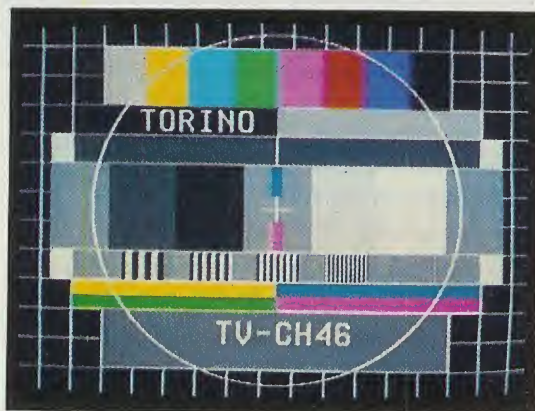

Fig.3 Figura del terzo monoscopio. Nel Generatore è presente, oltre alle uscite CVBS - SCART - S/VHS, anche un'uscita RF/UHF sul canale 36.
- 3 - Fig. 3 Monoscopio C a colori